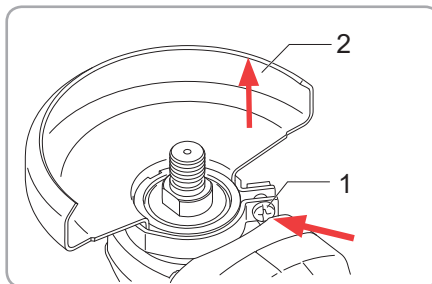

Fig.6
- Pentru a demonta apărătoarea discului, urmați aceeași procedură de instalare a apărătorii, dar în sens invers. Fig. 6